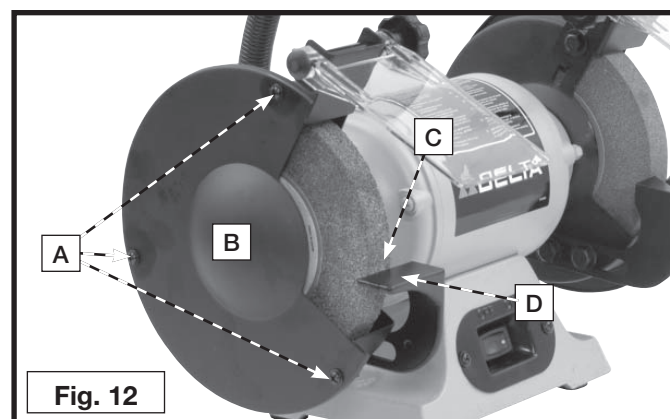

Fig. 12
1. Al cambiar las ruedas, quite los tornillos (A) Fig. 12 que asocian las cubiertas laterales a la amoladora y quite las cubiertas laterales.
2. Para prevenir la rotación del eje, coloque una cuña entre la rueda que muele y el resto (C) de la herramienta (D).